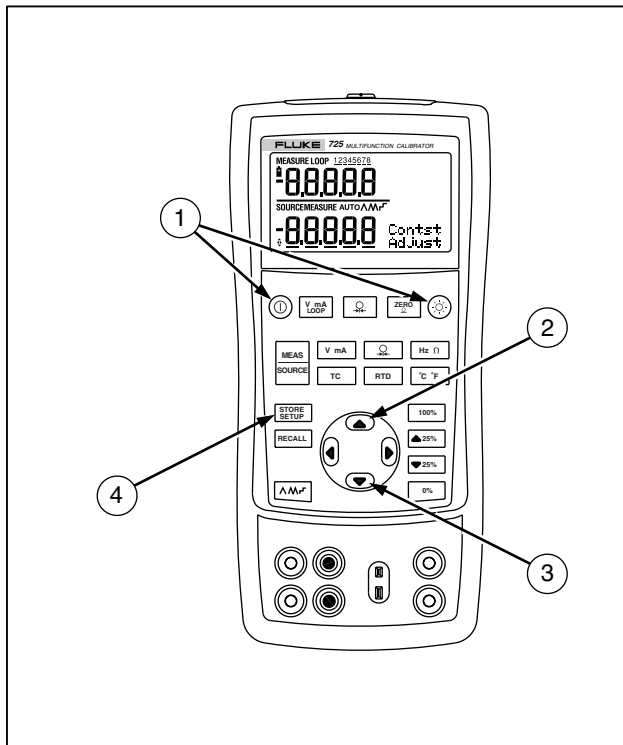

图 6. 调整对比度
1. 按 **⊕** 键及 **⓪** 键，直到显示“对比度调整”，如图 6 所示。